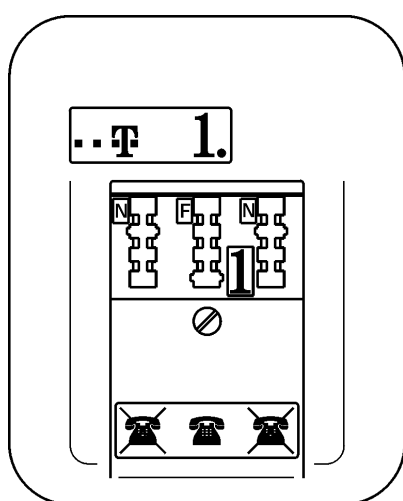
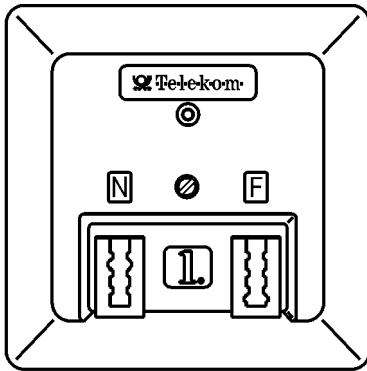

Bild 5: 1. TAE Ap
Bild 9: TAE-Adapterdeckel
- 1. TAE mit integriertem PPA (siehe Bild 5 und Bild 6)
- TAE-Adapterdeckel mit integriertem PPA (siehe Bild 9)
Bild 5 bis Bild 9 zeigen mögliche Ausführungsformen.